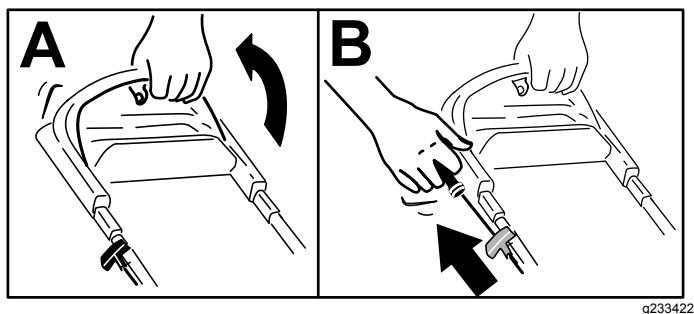

Figure 13
1. Maintenez la barre de commande de la lame contre le guidon (A de Figure 13).
2. Tirez légèrement la poignée du lanceur jusqu'à ce que vous sentiez une résistance, puis tirez vigoureusement et laissez le lanceur se rétracter lentement jusqu'au guide-câble sur le guidon (B de Figure 13).